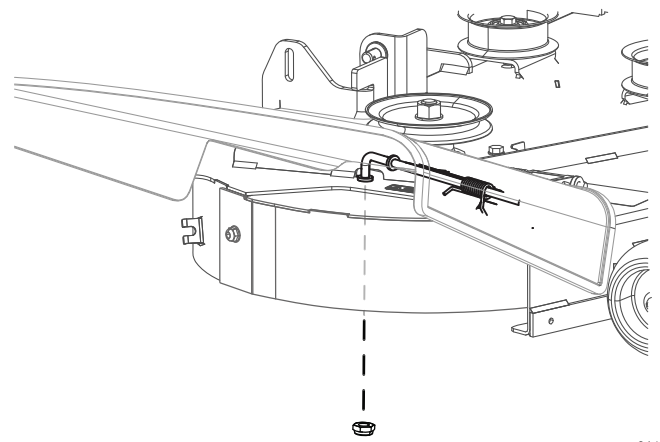

Figura 6
3. Instale la tuerca en la varilla de descarga en la posición de la que se retiró originalmente (Figura 6).